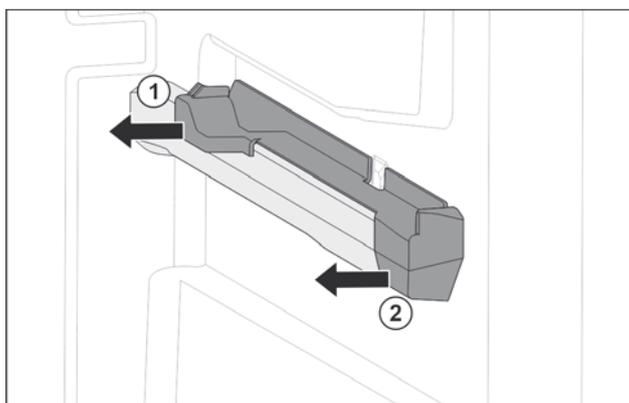

Fig. 18 Вставная часть на правом контейнерном ребре
- ▶ Отодвиньте вставную часть сзади в сторону. Fig. 18 (1)
- ▶ Отодвиньте вставную часть спереди в сторону. Fig. 18 (2)